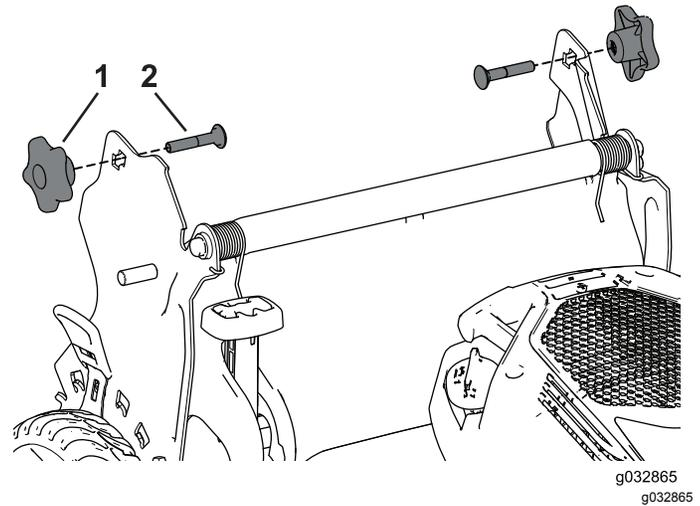

Рисунок 26
3. Вставьте каретный болт (так, чтобы головка болта была направлена внутрь) сквозь кронштейн рукоятки и в верхнее отверстие торцевой части рукоятки. Убедитесь, что квадратная кромка каждого каретного болта вошла в верхнее или нижнее квадратное отверстие соответствующего кронштейна рукоятки (Рисунок 26).